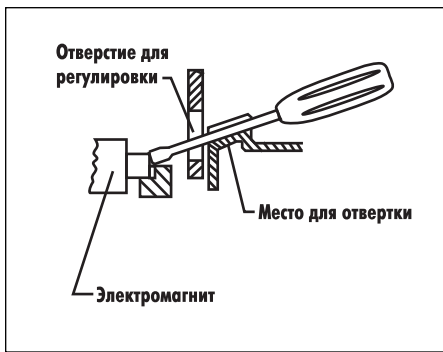

Рис. 8.3 Включение аварийного выключателя
8.4 Ручное включение аварийного выключателя (рис. 8.3)
Пояснения к рис. 8.3